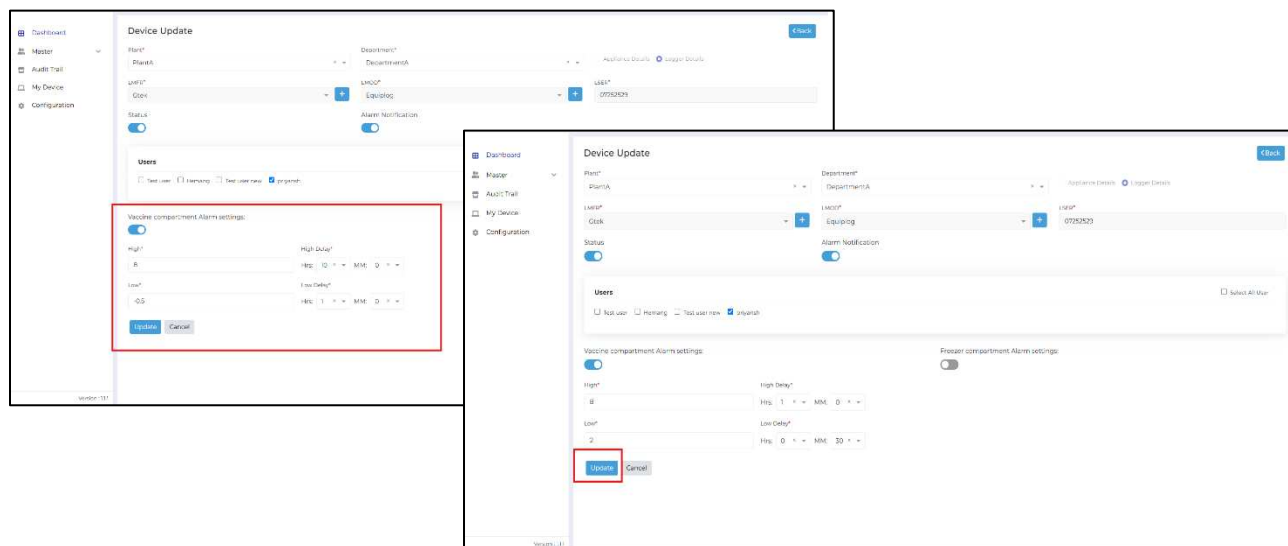

图 63 调整所选设备的警报阈值
- 在设备编辑选项中，用户可以调整/更新疫苗室和/或冷冻室的高/低报警设定点及其报警延迟的报警设置参数，如图63所示。